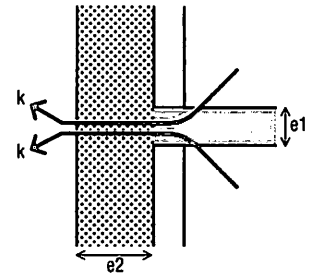

Fig. 12 : Exemple de ponts thermiques entre la dalle et les murs porteurs.
**e) Les ponts thermiques (fig. 12)**